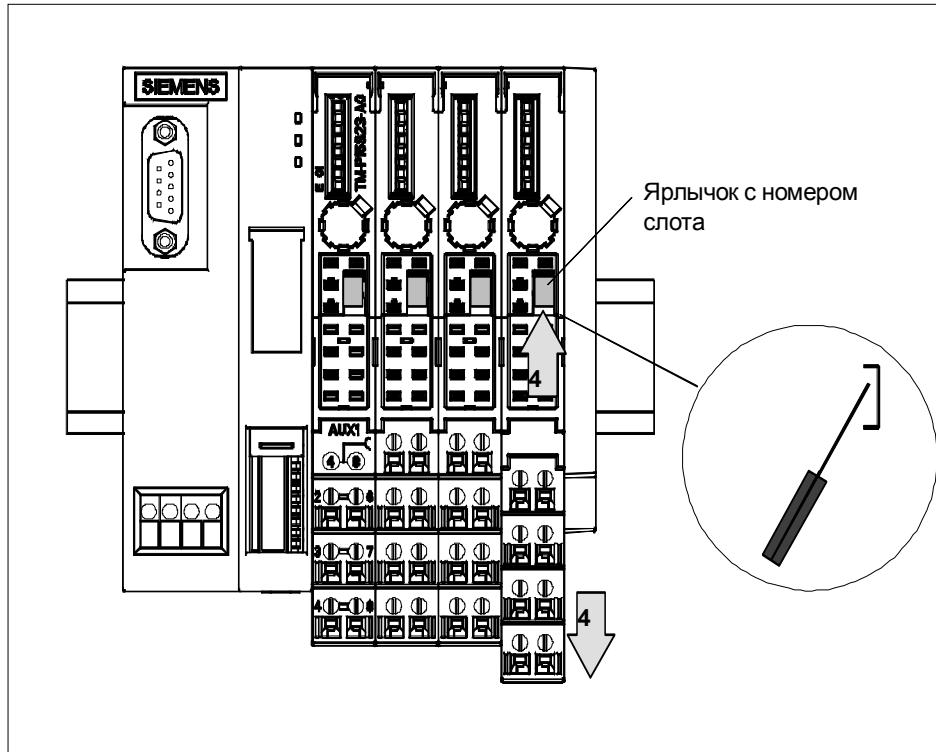

Рис. 4–5. Замена распределительной коробки на клеммном модуле
5. Замените распределительную коробку и вставьте новую коробку в клеммный модуль сверху (положение: см. рис. 4–5). Затем нажмите распределительную коробку вверх до щелчка.